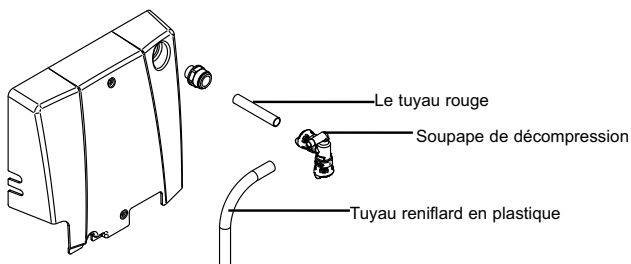

Fig. 23 Assemblage de la soupape de décharge
Étape 12 Branchement eau chaude (voir Figs. 23)